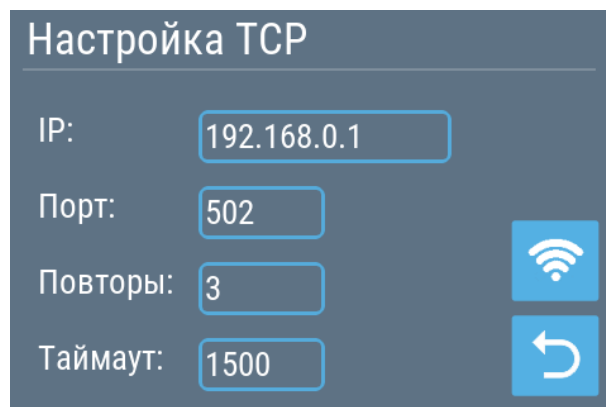

Рисунок 3.6
3.3 На первом экране в разделе **Функции** нажмите в нижней части экрана на надпись **IP: Не получен**, перейдите в раздел **Настройка TCP** и введите IP и номер порта (Рисунок 3.6). Для выбора сети WiFi, нажмите на кнопки  и , далее выберите сеть WiFi, к которой вы хотите подключиться (Рисунок 3.7), и введите пароль сети WiFi